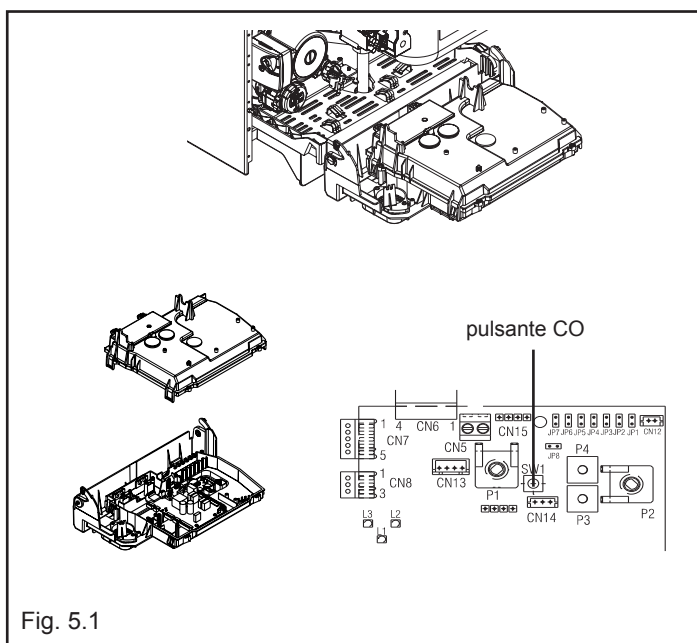

Fig. 5.1
- sganciare, quindi ruotare il cruscotto verso di sé (Fig. 5.1)
- **rimuovere la copertura scheda** per accedere al pulsante "CO" (Fig. 5.1)
- Premere una volta il pulsante "CO" (Fig. 5.1)